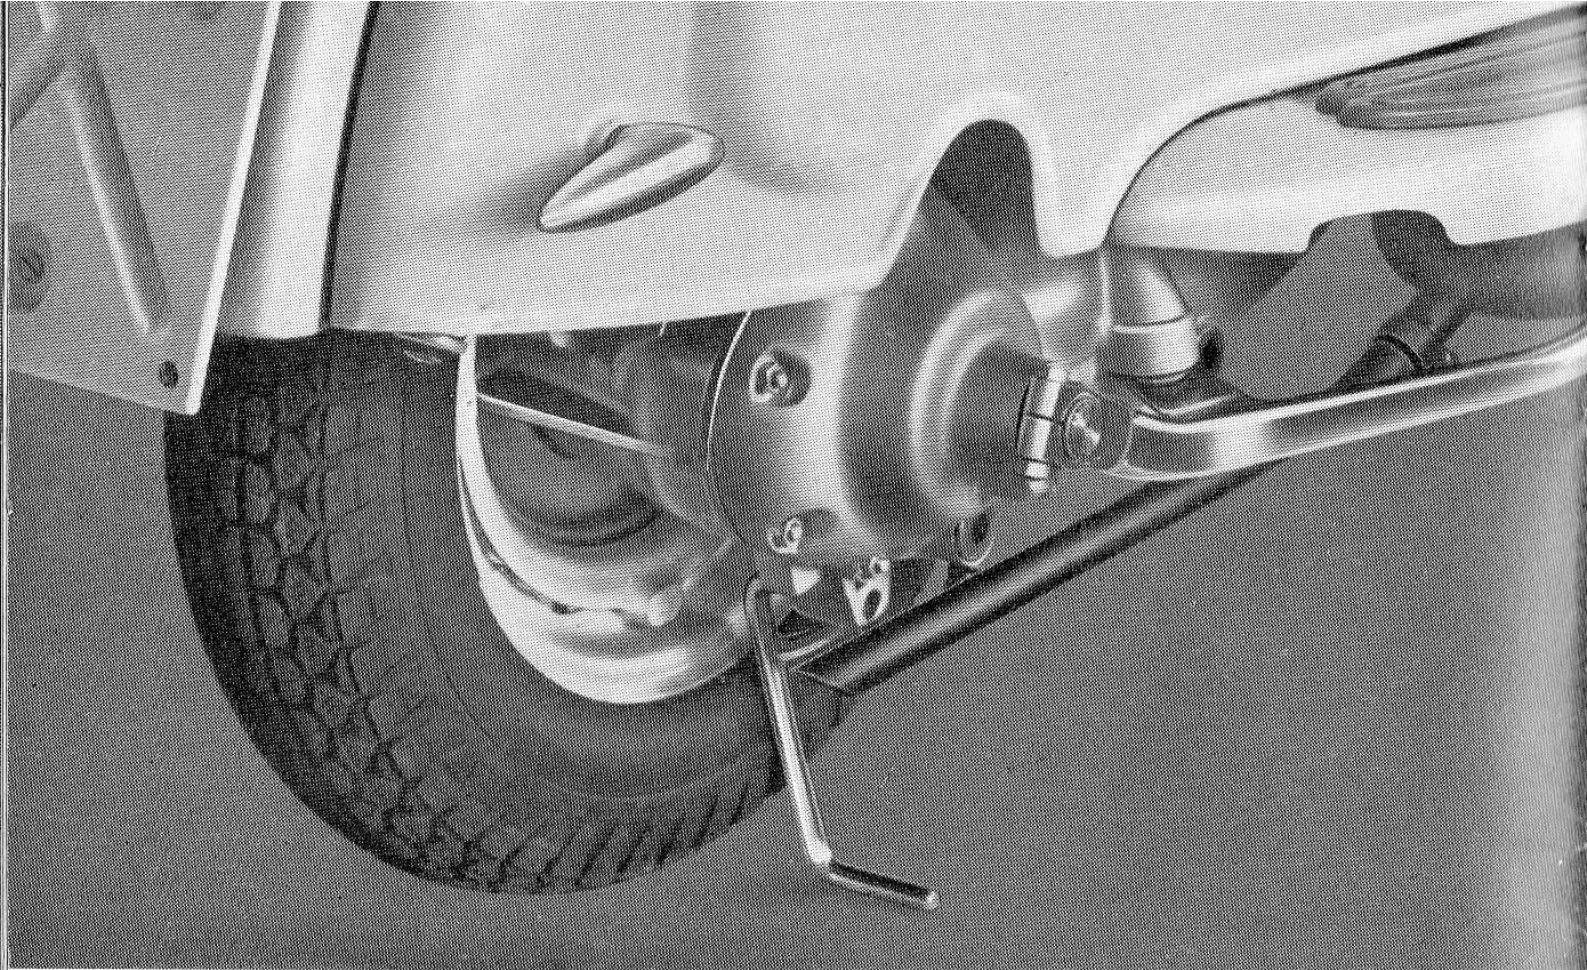

Fig. 8
- applicare il puntone (che troverete fra gli attrezzi di dotazione) al carter motore in modo da sollevare la ruota da terra (vedi fig. 8);